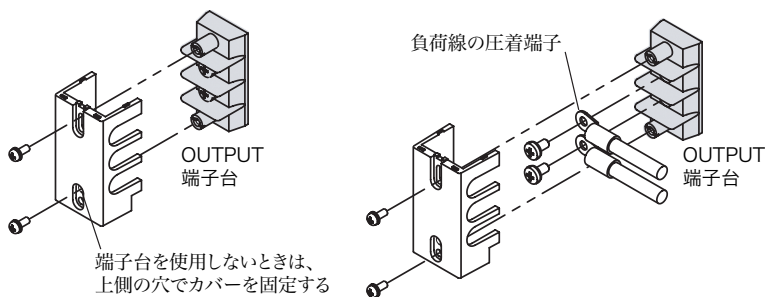

図 3-4 後面 OUTPUT 端子台への接続
350W、700W、または 1000W モデルを使用されている方は図 3-4 を参照してください。
負荷線は図 3-4 のように、後面パネルから見て OUTPUT 端子台の右側へ引き出してください。
- PAN16-50A の後面出力端子カバーの形状は、図 3-4 に示したものと異なります。